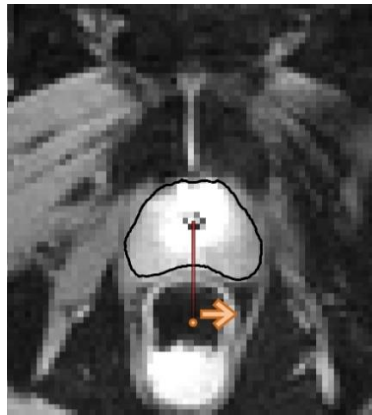

Abbildung 51: Startposition für die Ultraschallabgabe und die Rotation des Geräts
**Radiologe:** Stellen Sie vor Behandlungsbeginn auf der TDC-Registerkarte *Wärmezufuhr* Startposition und Richtung der UA-Rotation ein. Beginnen Sie nicht mit einer Ablationstherapie, wenn der UA auf empfindliche Strukturen wie z. B. neurovaskuläre Bündel oder das Rektum gerichtet ist. Klicken Sie einmal auf den orangefarbenen Pfeil, um die beabsichtigte UA-Bewegung zu Behandlungsbeginn im oder gegen den Uhrzeigersinn zu ändern. Passen Sie die Startposition des UA an, indem Sie auf den orangefarbenen Punkt neben dem Pfeil klicken und ihn ziehen (*Abbildung 51*). Klicken Sie nach dem Einstellen der gewünschten UA-Position und der Drehrichtung auf **Auf ####min drehen**, um den Befehl auszuführen. Alternativ können Sie auf **Zurücksetzen** klicken, um den Befehl abzubrechen.